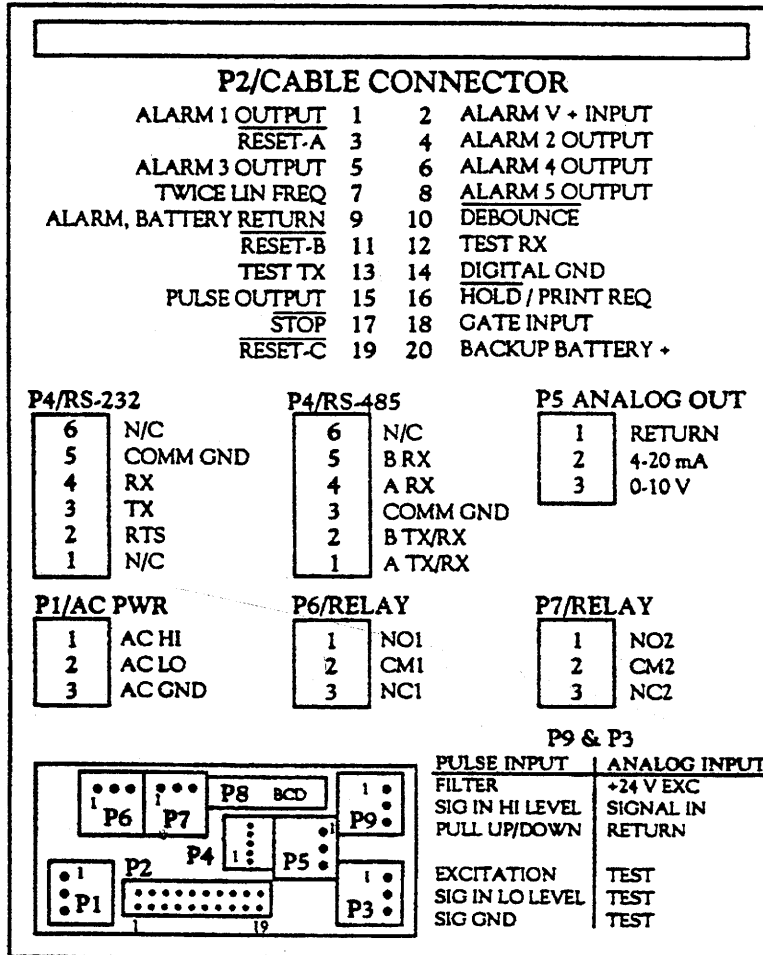

Figure 2-5. Étiquette connecteurs
**Nota :** Lorsque le fourreau est retiré du boîtier lors de l'étape 5 ci-dessus, l'étiquette du connecteur collée sur le boîtier apparaît. Voir la figure 2-5 ci-après. Utiliser cette étiquette comme référence pour câbler les connecteurs. (Cette étiquette est également reproduite en annexe A).